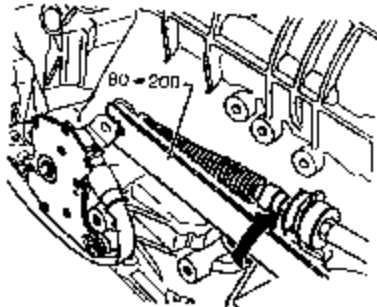
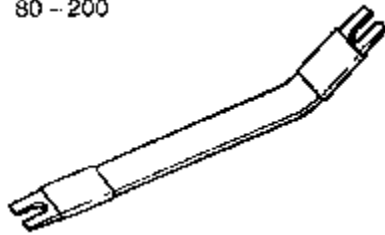

图 8-27 拆下变速杆拉线
图 8-28 专用工具压杆 80-200
- (8) 如图 8-27 箭头所示，用专用工具 80-200 拆下变速杆拉线，专用工具 80-200 见图 8-28 所示。
(1) 将变速杆打到位置“P”。
(2) 升起车辆，拆下隔热板/变速杆拉线。
(3) 用专用工具 80-200 抬起变速杆拉线（见图 8-27）。
(4) 使变速杆从“P”位移到“2”位，此时换档机构和变速杆拉线必须移动灵活，如果不是这样，则更换变速杆拉线或者维修换档机构。
(5) 将变速杆打到位置“P”，杠杆/换档轴也应能移到“P”位，同时停车锁止必须切入，两个前轮不能朝同一方向转动。变速杆拉线必须移向杠杆/换档轴，如果不这样，调整变速杆拉线。